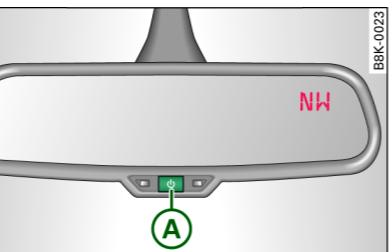

图 61 车内后视镜：启用后的数字罗盘
⇒ 图 61 出现和消失。
- 按住按钮 **A** ⇒ 图 61，直至内后视镜中出现设置的磁场区域的号码。
- 按住按钮 **A** ⇒ 图 61，直至内后视镜右上方出现 C。